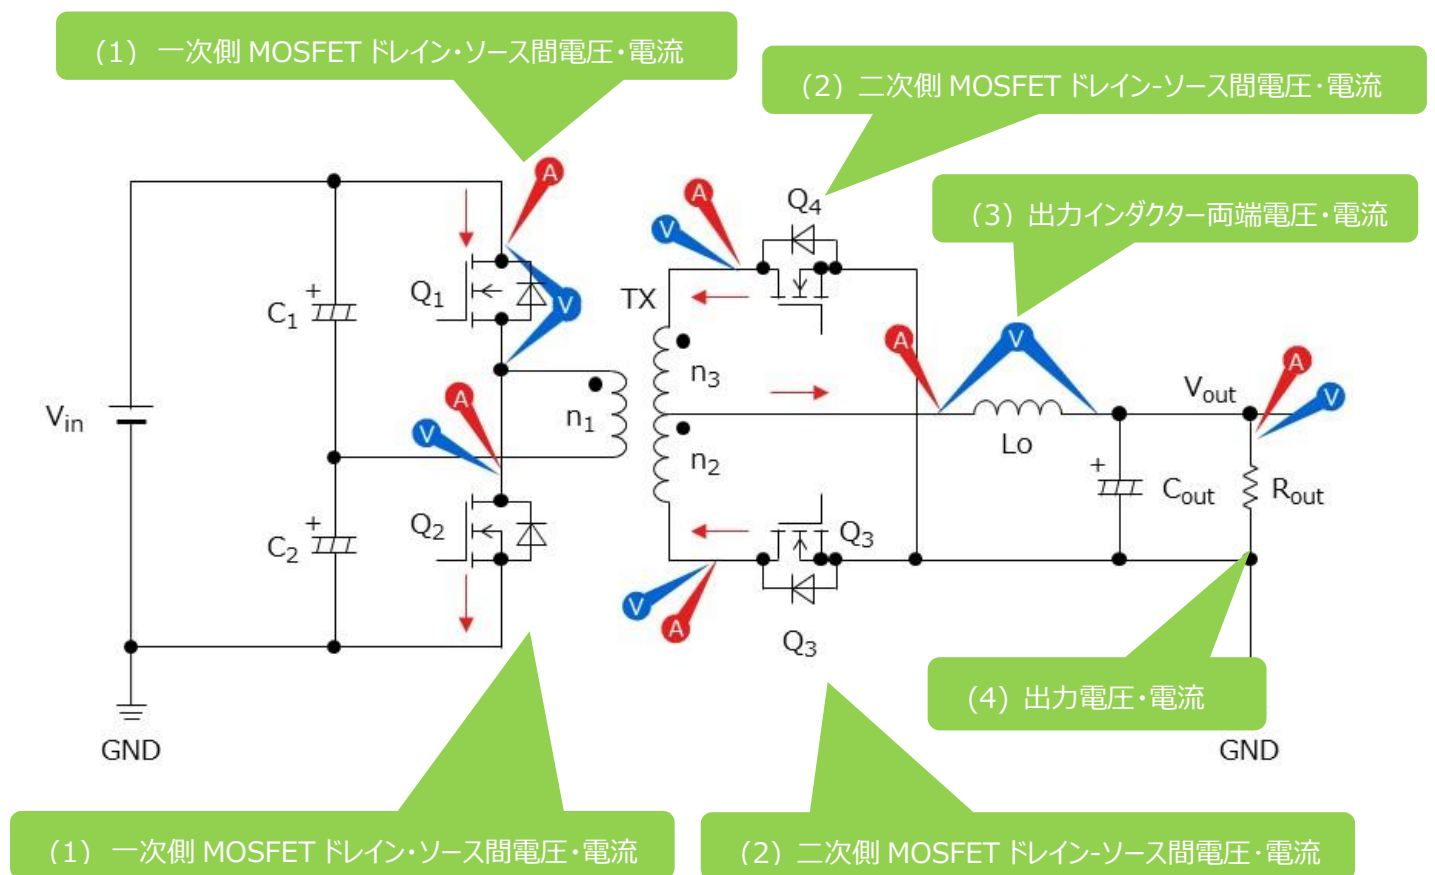

図 3.1 シミュレーション波形測定ポイント一覧
ここではシミュレーション回路における各部の動作シミュレーション波形を図 3.1 ((1) ~ (4)) のそれぞれのポイントで示します。
- (1) HB 一次側基本動作 (「一次側 MOSFET ドレイン-ソース間電圧・電流」)
- (2) 二次側同期整流動作 (「二次側 MOSFET ドレイン-ソース間電圧・電流」)
- (3) 出力インダクター両端電圧・電流
- (4) 電源としての「出力電圧・電流」
実際に回路モデルを使用する際には、図 3.1 以外の部分についても波形を表示させることが可能です。波形の表示方法については第 5 章で記述します。